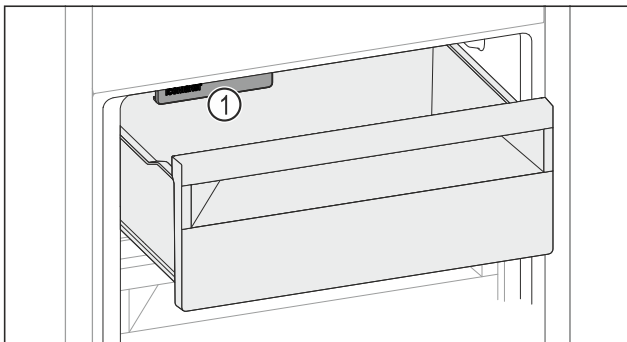

Fig. 126
- Tenez compte de l'IceMaker Fig. 126 (1).